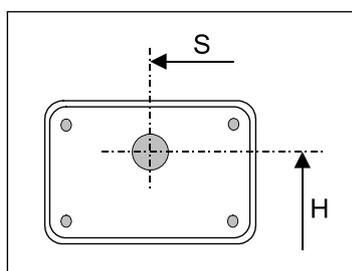

Fig. 4.
8. Insérez une platine caoutchouc sur le câble muni d'un collier et marquez l'emplacement des quatre vis. Percez des avant-trous \varnothing 4 mm, voir Fig. 4.